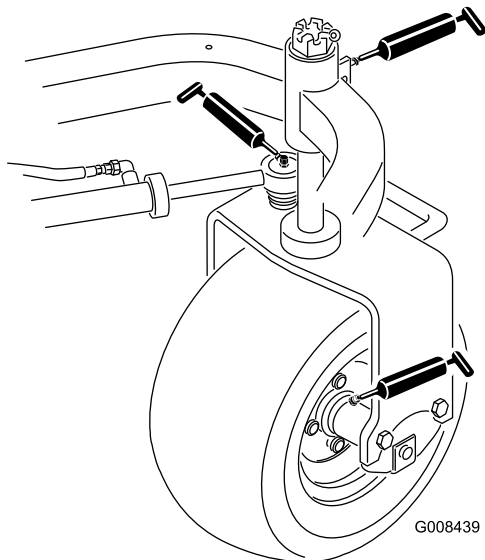

Рисунок 34
- Ступица заднего колеса (1) (Рисунок 34)
- Подшипник поворотного колеса (1) (Рисунок 34)
- Гидроцилиндр рулевого управления (2) (Рисунок 34)